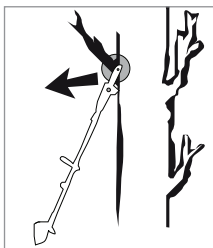

Fig. 2
- Pode ocorrer um contragolpe se a ponta da espada 35 tocar num objeto ou se a madeira dobrar e a corrente de serra 34 ficar encravada no corte (ver fig. 2).